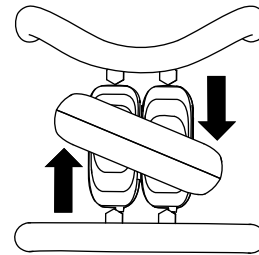

Figura 8
- Para girar a la derecha, gire el control de tracción en el sentido de las agujas del reloj (Figura 8).